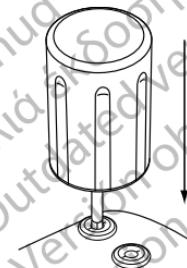

Figura 7. Inserción de la llave dinamométrica
3. Inserte suavemente la punta de la llave dinamométrica en el tornillo pasándola por la hendidura central del tapón de sellado con un ángulo de 90° (Figura 7 Inserción de la llave dinamométrica en la página 78). Esto hará que se abra el tapón de sellado, liberando la posible presión que se haya creado en el puerto para cables al proporcionar una vía de escape para el líquido o aire atrapado.